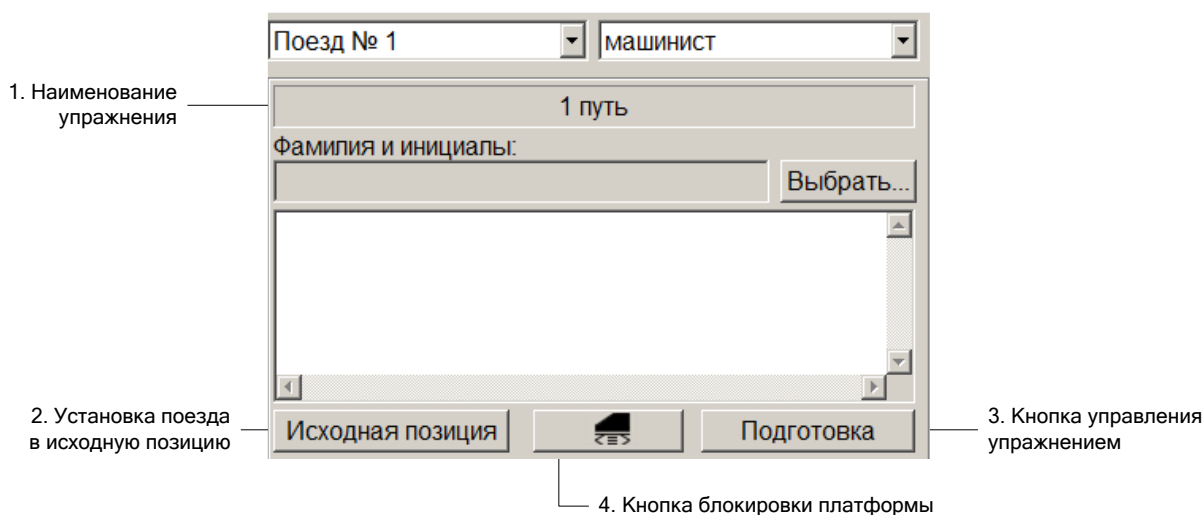

Рисунок 22 – Панель контроля упражнения
*Панель контроля упражнения* (Рисунок 22) предназначена для подготовки, запуска, остановки упражнения и отображения информации о выполнении текущего упражнения.
Для закрытия окна контроля упражнения и возврата тренажера в исходное состояние нажать кнопку *Завершить*. Окно контроля упражнения закроется, панель контроля упражнения примет исходный вид (Рисунок 22).